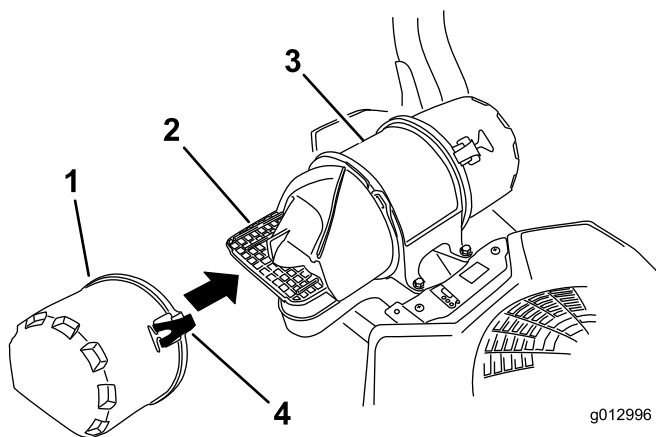

Figure 46
3. Ouvrez les dispositifs de verrouillage du filtre à air et séparez le couvercle d'entrée d'air du corps du filtre (Figure 46).
5. Reposez le couvercle d'entrée d'air et fixez-le avec les verrous (Figure 46).